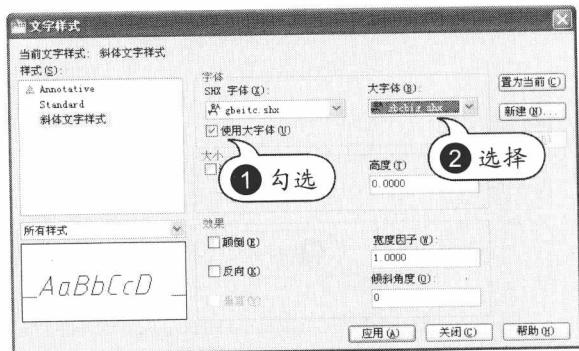

图 1-15 选择大字体
**STEP 04** 选择大字体。勾选“使用大字体”复选框，在“大字体”下拉列表中选择大字体，如图 1-15 所示。